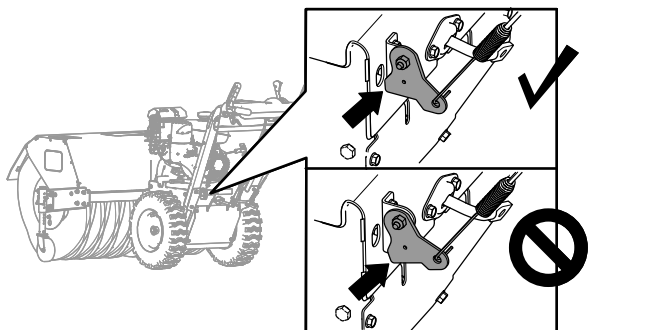

Figura 33
2. Controllate lo spazio libero presente tra la parte inferiore della staffa del cavo di trazione e la piastra superiore della macchina (Figura 33).